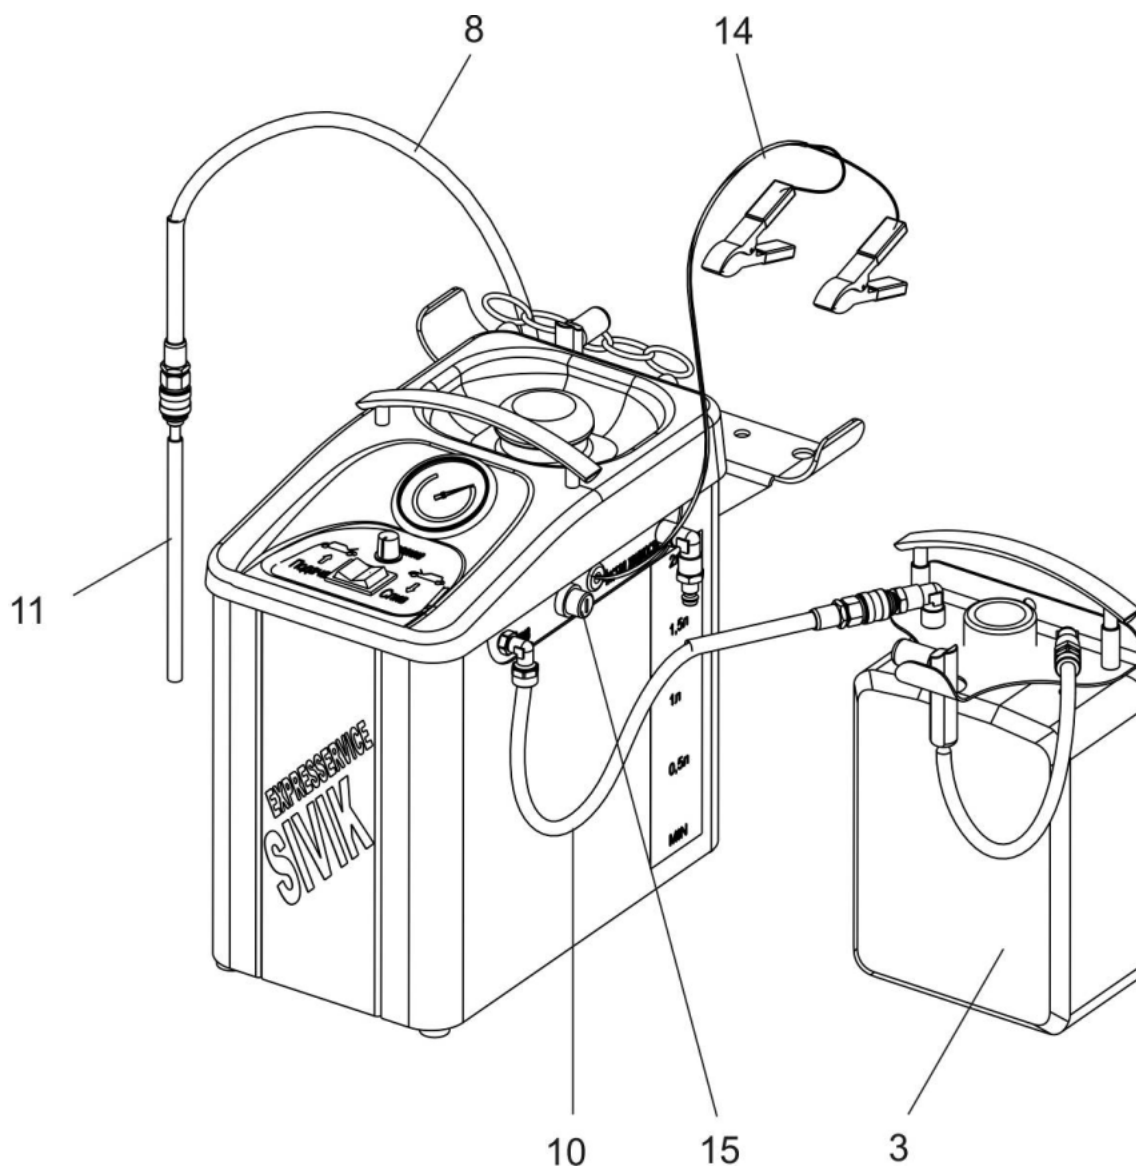

Рисунок 3. Режим «Откачка».
| 2. Крышка бака новой жидкости | 10. Шланг «Насос – канистра/бак» (Рис. 3,4) |
| 3. Канистра сбора старой жидкости | 11. Удлинитель шланга (Рис. 3,4) |
| 6. Переключатель «НАПОР – ОТКАЧКА» | 14. Провод питания (Рис. 3) |
На канистре для сбора старой жидкости (3) имеется дополнительный штуцер, при подключении к которому шланга (10) (см. Рис. 3) возможен слив старой жидкости из тормозного бачка автомобиля в эту канистру в положении «ОТКАЧКА».
4. Подсоедините канистру сбора старой жидкости к установке с помощью шланга (10) (см. Рис. 3). К шлангу (8) подсоедините удлинитель (11). Снимите с бачка тормозной системы автомобиля штатную крышку, опустите удлинитель шланга на дно бачка и удалите старую жидкость, переключив переключатель в положение «ОТКАЧКА», краник (9) должен быть открыт.